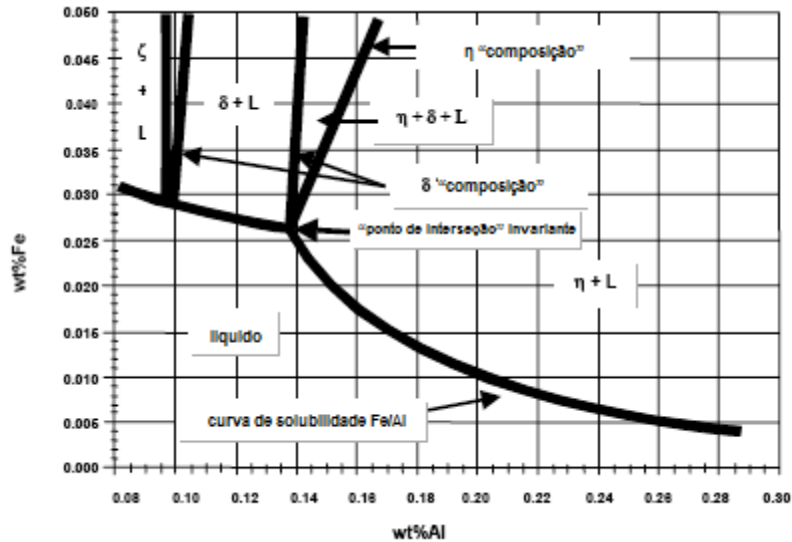

Figura 1 – Diagrama de fase da curva rica em zinco do sistema de Zn-Fe-Al a 860°F [460°C] de acordo com a referência 1
- O zinco sem Al a 860°F [460°C] pode suportar um excesso de 0,035% de Fe na solução enquanto que com o Al em 0,20% pode suportar apenas cerca de 0,010% Fe na solução (ver Figura 1).